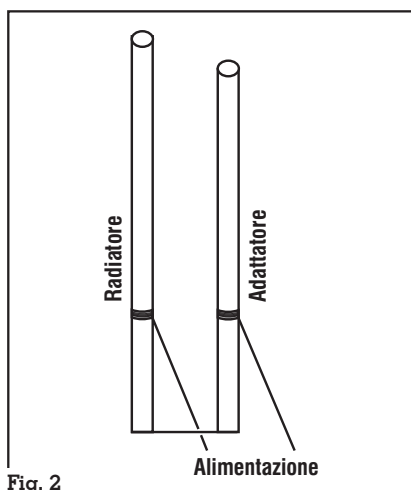

Fig. 2
• *Desidererei avere qualche dato sull'antenna tipo J pole, specialmente sulla misura della spaziatura della sezione ripiegata di adattamento.* (fig. 2)
Ne è sortito uno schema come da fig. 2; uno dei due avvolgimenti, è sempre attivo, sul secondo è stato inserito un relè, comandabile dall'esterno, che ne interrompe un braccio. Intuitiva è la ragione per cui viene utilizzato un relè per tale interruzione; 750 volt non sono uno scherzo, meglio quindi evitare di portarli su di un interruttore comandato manualmente.
Nello schema di fig. 2 sono inseriti anche i quattro relè di servi-